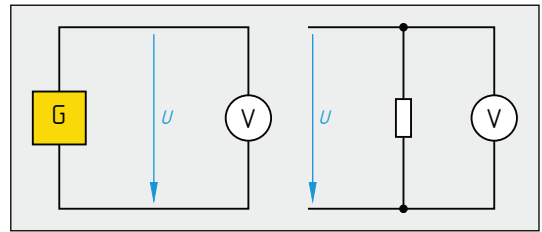
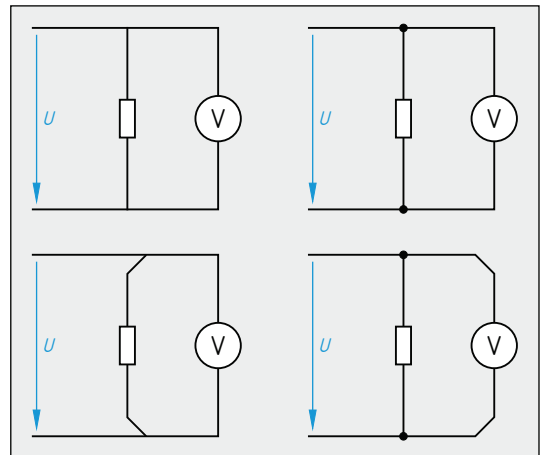

Bild 1: Messung der Spannung
Bild 3: Darstellungen von Abzweigungen nach DIN EN 61082
Die elektrische Spannung bewirkt, dass durch einen Widerstand ein elektrischer Strom fließt. Die Spannung hat das Formelzeichen U und die Einheit Volt (V), benannt nach Volta, italienischer Physiker, 1745 bis 1827. Die Spannung wird mit einem Spannungsmesser gemessen. Dieser wird zwischen die Punkte der Schaltung geschaltet, zwischen denen die zu messende Spannung liegt (**Bild 1**).
Leiterabzweige kommen in elektrischen Schaltplänen sehr häufig vor. In Bild 1 sind die Leiter zum Spannungsmesser von den Leitern zum Widerstand abgezweigt. Nach DIN EN 61082 können Leiterabzweige verschiedenartig gezeichnet werden, obwohl sie elektrisch das Gleiche aussagen (**Bild 3**). Im Buch werden zur Gewöhnung, wie in der beruflichen Praxis, alle Arten angewendet, vor allem die Formen mit und ohne Punkt.